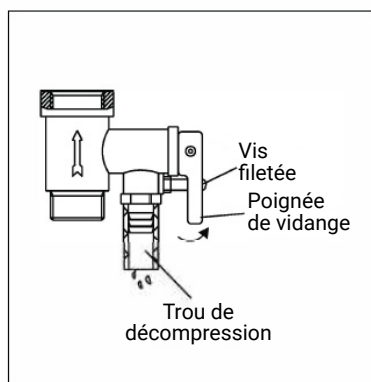

Fig. 6
• Dévissez la vis de la soupape de sécurité multifonction et soulevez la poignée de vidange vers le haut. (Voir fig.6) pour sécher l'eau à l'intérieur du réservoir.